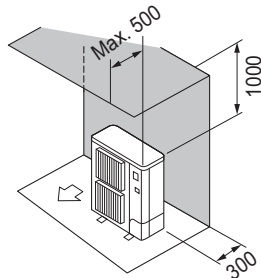

Fig. 3-6
- ② Alleen obstakels aan de achter- en bovenzijde (Fig. 3-6)